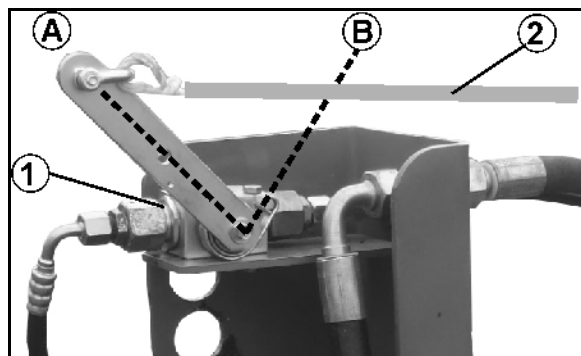

Fig. 11
- Accionar la llave de cierre (Fig. 11/1) tirando del cordón para evitar (Fig. 11/2) el despliegue accidental desde el tractor.